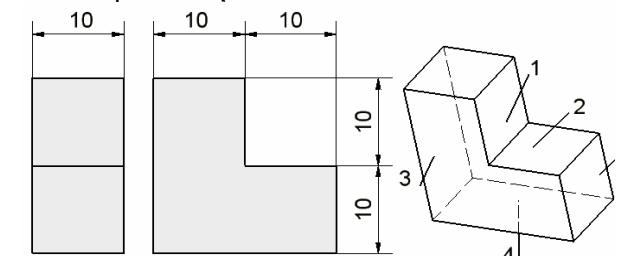

Figura 3.9.2.
- Podium, figura 3.9.2;
Modelarea podiumului din figura 3.9.2 constă în schițarea conturului poligonal și extrudarea pe distanță de 10.